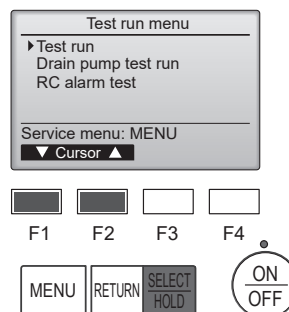

Fig. 7-4
- ④ Seleccione "Test run" (Modo prueba) con el botón [F1] o [F2], y pulse el botón [SELECT/HOLD] (Aceptar/Retener). (Fig. 7-4)